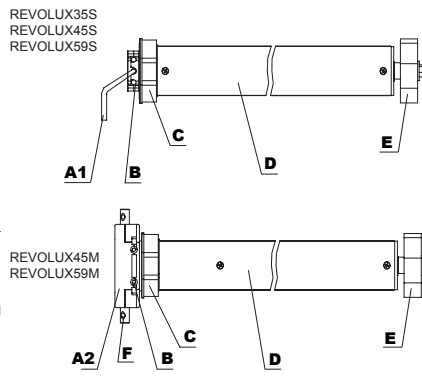

Fig.3
- b.** Avant toute installation, choisir une couronne et un adaptateur appropriés. Ne pas utiliser de marteau pour insérer le moteur dans le tube (**Fig.3**).